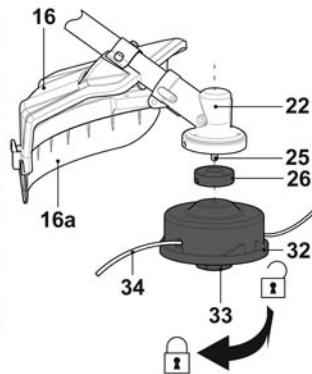

Fig. 31
- > Demontați capul de tăiere [32] desfileându-l în sens anterior (Fig.31).